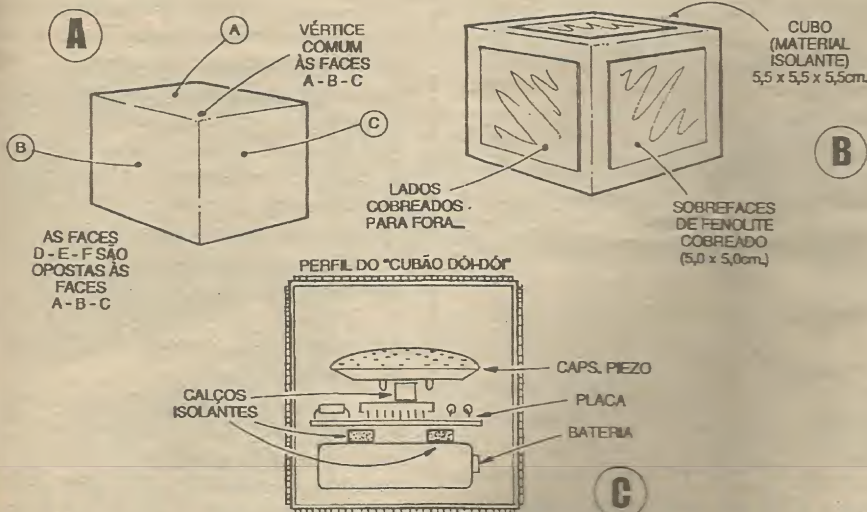

Fig.5
- FIG. 5 - **DETALHANDO A CONSTRUÇÃO DO CUBO, E AS LIGAÇÕES ÀS SUAS FACES METALIZADAS EXTERNAS...** - Primeiramente (5-A), vejamos o importante tema da *identificação* das faces do cubo. As faces A, B e C podem ser *escolhidas* pelo montador, à vontade, porém com um requisito fundamental: as três devem ter *um vértice em comum* ou seja, dois lados ou arestas de cada uma dessas faces, devem sempre convergir, todos, para um único *canto* do cubo (o tal *vértice comum*, VER FIGURA...). Fica então óbvio - também - o conceito de *face oposta*, ou seja, as que se confrontam a A, B e C (e que podemos, a título de identificação apenas, chamar de